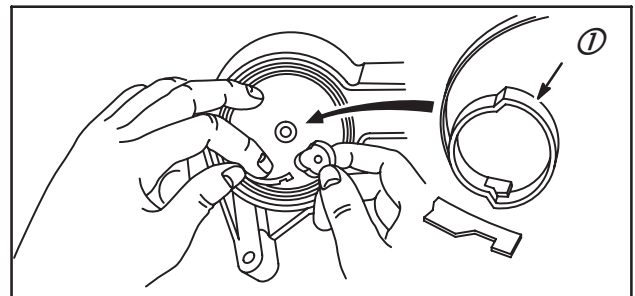

Fig. 58
4. Installer l'ancrage de ressort (1) sur l'extrémité libre du ressort et placer le couvercle de poulie, Fig. 58. Ne pas déjà monter la vis de l'ancrage.